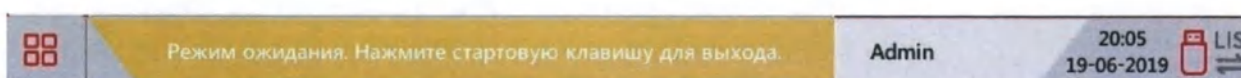

Рис.5.7-2 Режим ожидания
По завершении процесса перехода в нижней части экрана будет отображаться надпись на жёлтом фоне **“Режим ожидания. Нажмите стартовую клавишу для выхода.”** (Рис.5.7-2).
- После выхода из режима ожидания анализатор возвращается в свой обычный рабочий режим, на что указывает исчезновение сообщения в нижней части экрана о том, что прибор находится в режиме ожидания (Рис.5.7-2), а также опущенная пробозаборная игла, готовая к аспирации пробы. В случае бездействия со стороны оператора в течение установленного времени анализатор автоматически вернётся в режим ожидания.